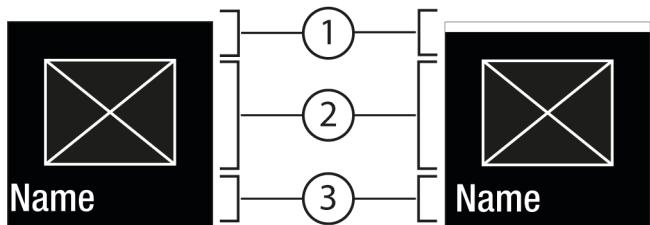
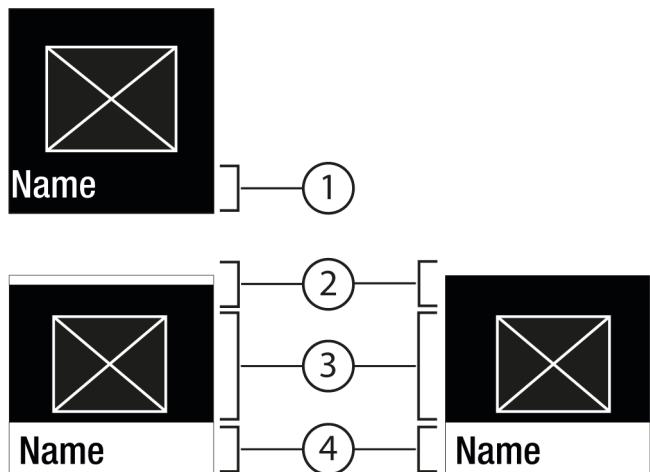

Fig. 6
Fig. 7
- С Потвърждаване Fig. 5 (2) се извиква подменюто Fig. 7 (4).
- Настройване на нова стойност: С Потвърждаване Fig. 5 (2) изберете деактивирана стойност Fig. 6 (1).
- Обратно в менюто: С Потвърждаване Fig. 5 (2) изберете вече активираната стойност Fig. 6 (2).
- Състояние: активирано *Fig. 6 (1)* се появява за кратко в подменюто *Fig. 7 (4)*.